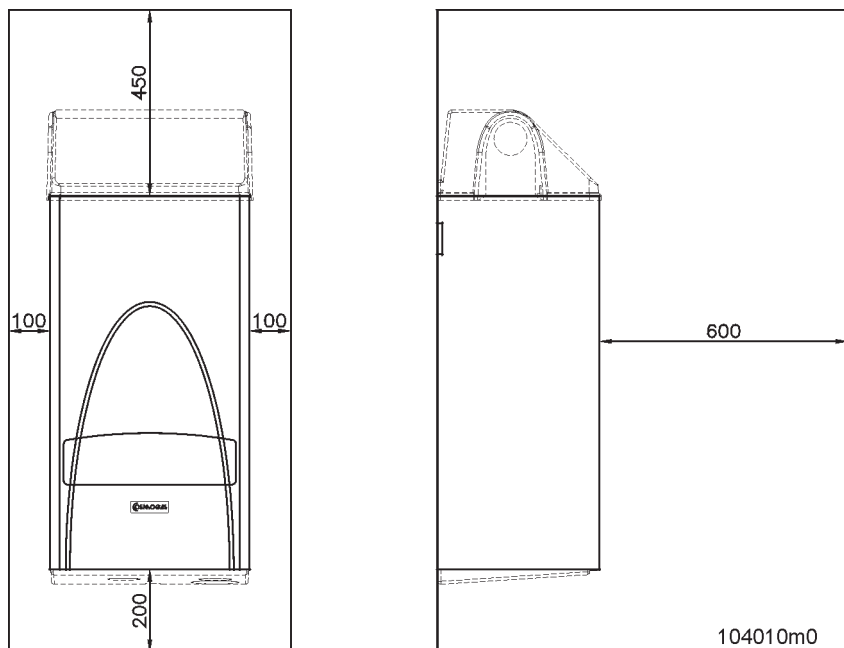

Figura 2 - Distanze minime di rispetto
- Verificare la figura 2 per quanto concerne le distanze minime di rispetto per l'installazione e la futura manutenzione.
Sia per l'installazione che per la manutenzione, è necessario lasciare degli spazi liberi attorno alla caldaia come illustrato nella figura 2.